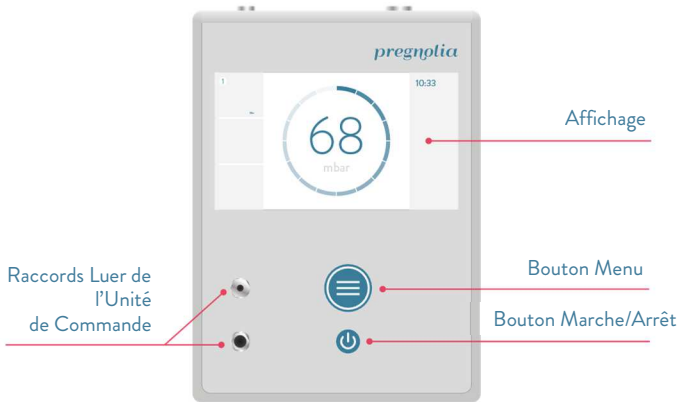

FIGURE 13 : Panneau avant de la console de l'unité de commande.
- 5) Raccorder le *câble de connexion* aux raccords Luer sur la *console de l'unité de commande* (raccords Luer de l'unité de commande, consulter la FIGURE 13).
- 6) Allumer la console de l'unité de commande (Bouton Marche/Arrêt, FIGURE 13). La console de l'unité de commande émet un signal audio³.